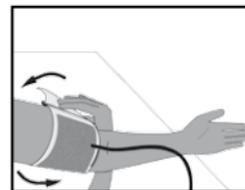

Bild 4
- Ziehen Sie jetzt das freie Manschettenende straff und schließen den Klettverschluss (Bild 4).